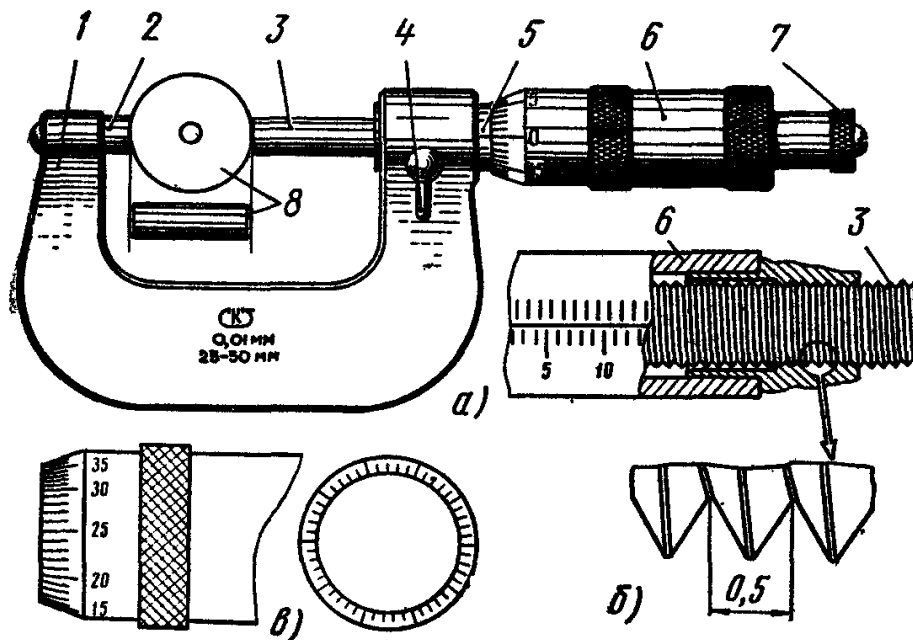
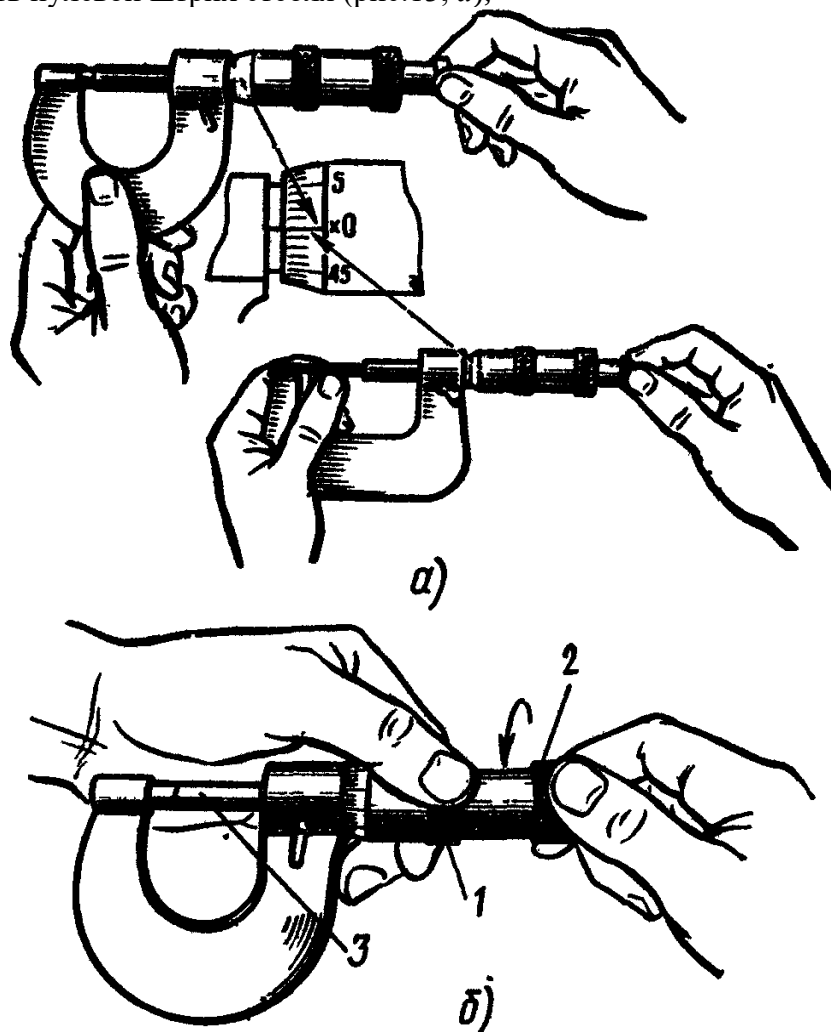

Рис. 12. Микрометр МК:
Рис. 13. Установка нулевого положения микрометра МК
Микрометры с верхним пределом измерений 50 мм и более снабжаются установочными мерами 8 (рис. 12). Микрометры с верхним пределом измерений более 300 мм имеют подвижные пятки, обеспечивающие возможность измерений любого размера в пределах данного микрометра.
1. Изучить конструкцию микрометра МК (рис.12, а).
2. Ознакомиться с устройством и назначением нониуса (рис. 12, в):
2. микрометрический винт 3, шаг которого равен 0,5 мм, связан с барабаном 6. Коническая часть барабана разделена по окружности на 50 равных частей (нониус на рис. 12, в);
3. за один оборот микрометрический винт 3 перемещается вдоль оси на шаг резьбы (рис.12, б). При повороте на одно деление микрометрический винт 3, соединенный с барабаном 6, перемещается вдоль оси на $1/50$ шага, т.е. $0,5:50=0,01$ мм, являющейся ценой деления микрометра.
3. Установка нулевого положения нониуса (рис. 13):
1. нулевое положение микрометра проверить перед измерением: у правильно отрегулированного микрометра пятка 2 и винт 3 (см. рис. 12) должны соприкаться с измерительными поверхностями установочной меры 8 или непосредственно между собой (при пределах измерения диаметра 0 – 25 мм), а нулевой штрих барабана должен совпадать с продольным штрихом стебля, при этом скос барабана должен открывать нулевой штрих стебля (рис.13, а);
- ослабить колпачок 2, связывающий барабан с микрометрическим винтом, придерживая левой рукой за пояс 1 (рис. 13,б);
- освободить барабан от сцепления с винтом и повернуть его до совпадения нулевого штриха на скосе барабана с продольным штрихом стебля (рис. 13,а);